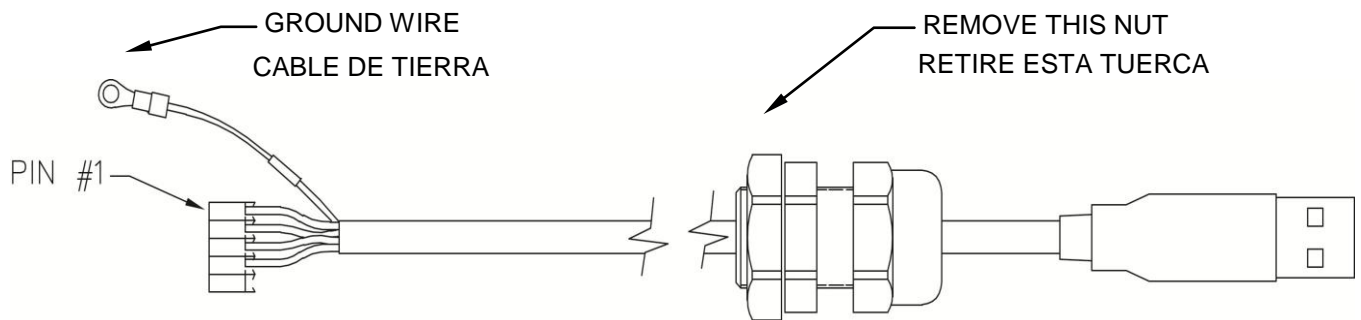

Figura No. 9
3. Afloje la tuerca del conector de glándula del ensamble de cable/glándula 8200-B163-0A (ver la Figura No. 9) y deslice a través del cable del conector 5 pines y cable de tierra.
8. Para fijar el cable de tierra (ver Figura No. 9), retire una tuerca y arandela 6-32 de la esquina del tablero principal.